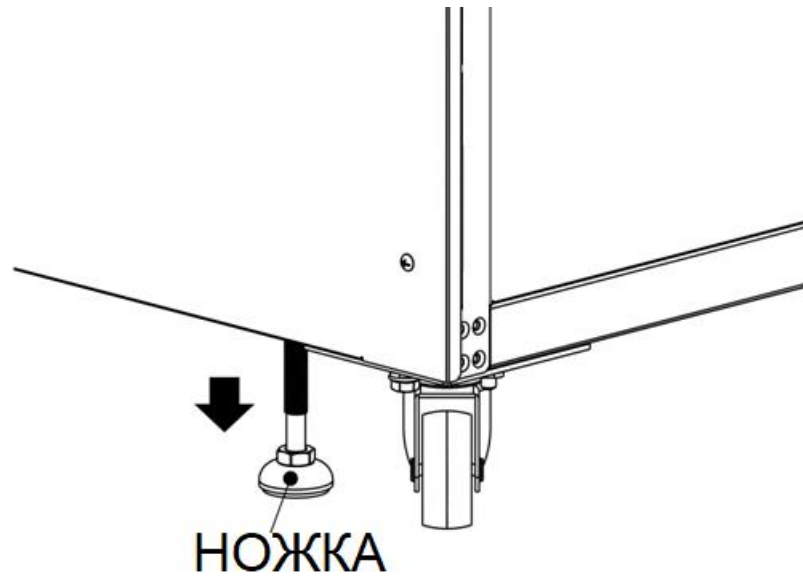

Рисунок 2-4
4. Чтобы зафиксировать корпус в нужном положении, просто поверните регулировочные ножки по часовой стрелке. см. рис. 2-4.